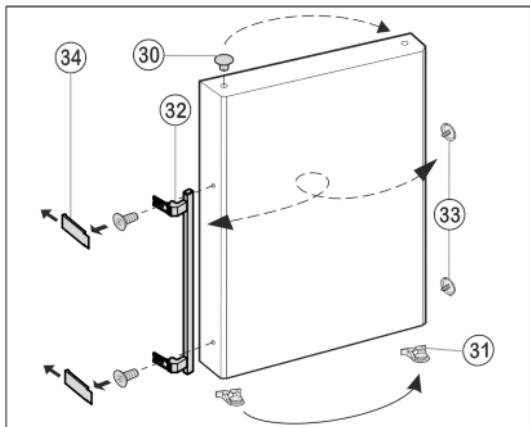

Fig. 11
- ▶ Извлеките пробку Fig. 11 (30) из опорной втулки дверцы и переставьте.
- ▶ Снимите и переставьте на противоположную сторону дверную ручку Fig. 11 (32), пробку Fig. 11 (33) и прижимные пластины* Fig. 11 (34).